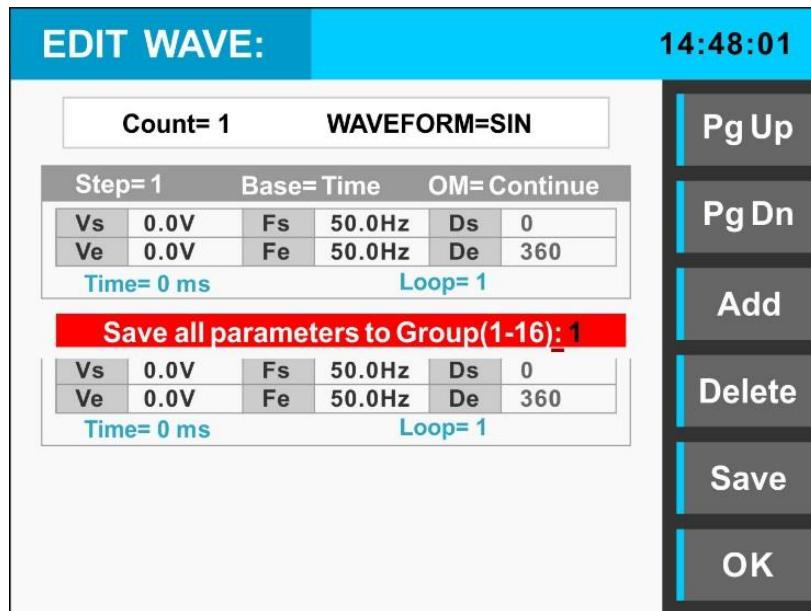

图3-6 Edit模式下save界面
- d) 增加波形：选择“Add”命令可以增加另一组参数的波形，每页最多可以显示三组参数。参考步骤a)、b)、c)完成波形参数的设定。设定后可以修改、删除、保存。其中选择“Pg Up”、“Pg Dn”命令可以进行翻页。其设置界面如图3-6所示。